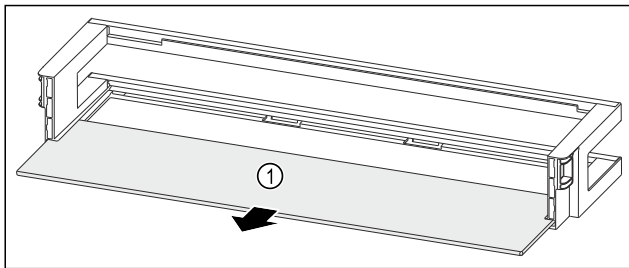

Fig. 145 Rafti i derës me raft mbajtës
- Hiqni raftin mbajtës Fig. 145 (1).